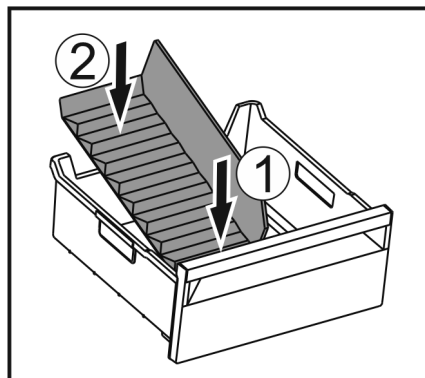

Fig. 147
- Włożyć przednią część separatora do szuflady na lód. Fig. 147 (1)
- Tylną część separatora do szuflady na lód opuszczyć na dno szuflady. Fig. 147 (2)